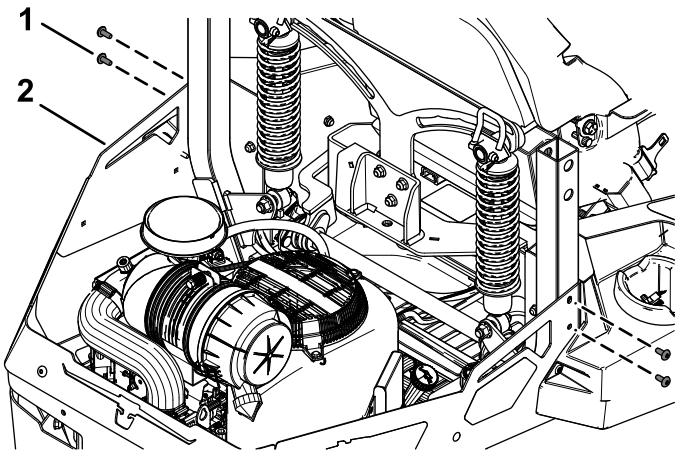

Figura 1
3. Rimuovete i 4 bulloni a testa bombata (5/16" x 3/4") dalle protezioni posteriori (**Figura 1**).
- Fissate i 4 bulloni a testa bombata (5/16" x $3\frac{1}{4}$ ") rimossi in precedenza sulle protezioni posteriori (Figura 1).